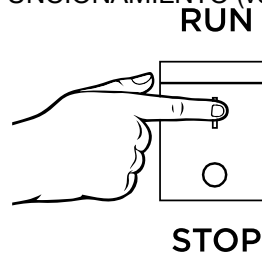

Figura 9 - Interruptor de control del motor - RUN
6. Presione el interruptor de control del motor en la posición de FUNCIONAMIENTO (vea la Figura 9).
9. Presione el interruptor de control del motor en la posición de FUNCIONAMIENTO (vea la Figura 9).
10. Mantenga presionado el botón de arranque durante 1 segundo, luego suelte. Si utiliza el arranque remoto, mantenga presionado INICIO en el control remoto hasta que el generador arranque, luego suelte (vea la Figura 9).